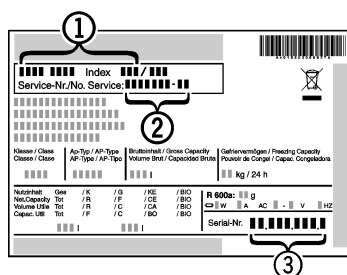

Fig. 7
- Apparaataanduiding Fig. 7 (1), service-nr. Fig. 7 (2) en serie-nr. Fig. 7 (3) van het typeplaatje aflezen. Het typeplaatje bevindt zich aan de linkerkant binnen in het apparaat.
- Contact opnemen met de Technische Dienst en het probleem, apparaataanduiding Fig. 7 (1), service-nr. Fig. 7 (2) en serie-nr. Fig. 7 (3) mededelen.